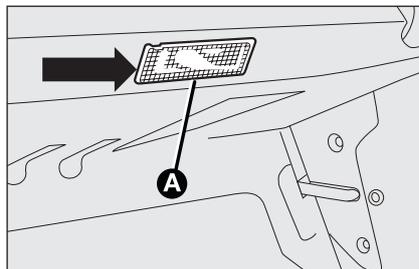

fig. 42
- estrarre la plafoniera **A**-fig. 42 facendo leva nel punto indicato dalla freccia;